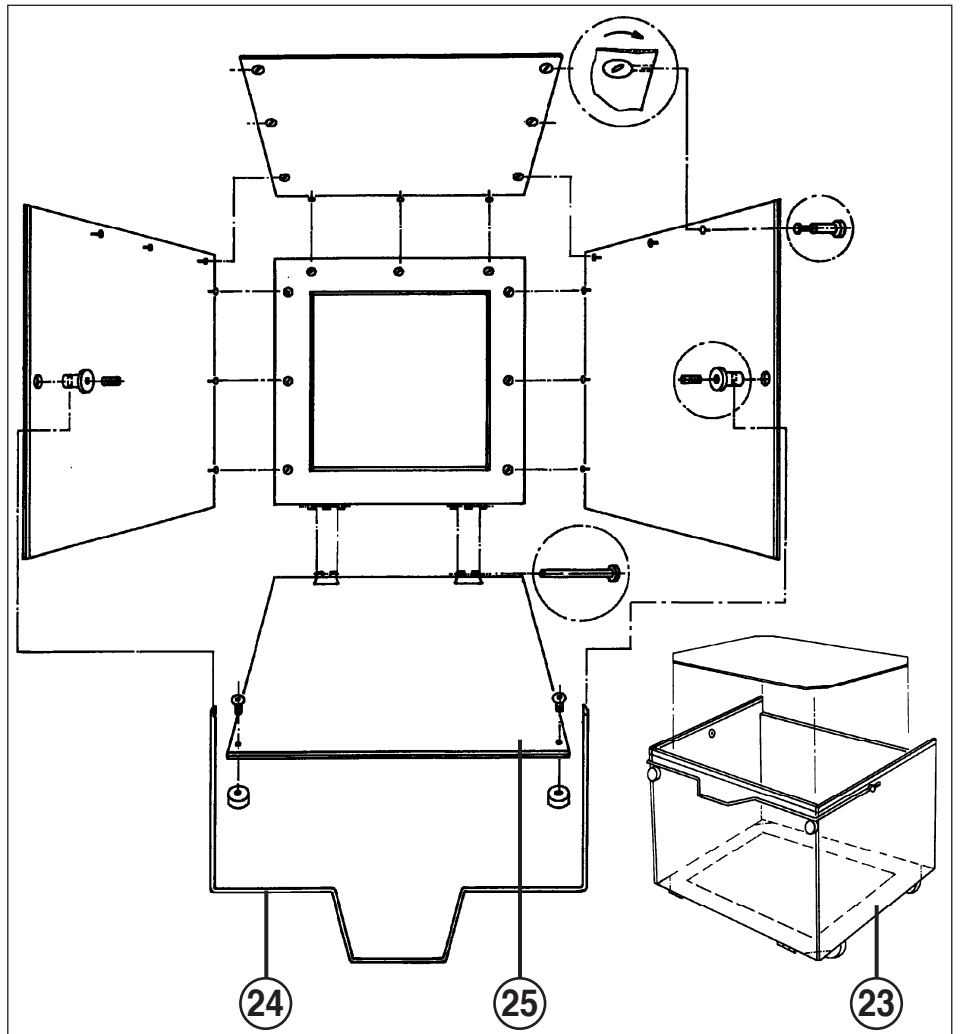

Fig. 4
- 23 = Contenitore di raccolta (fig. 4)
- 24 = Staffa per contenitore di raccolta (fig. 4)
- 25 = Parete anteriore contenitore (fig. 4)
MONTAGGIO DEL CONTENITORE DI RACCOLTA (23) (fig. 4):